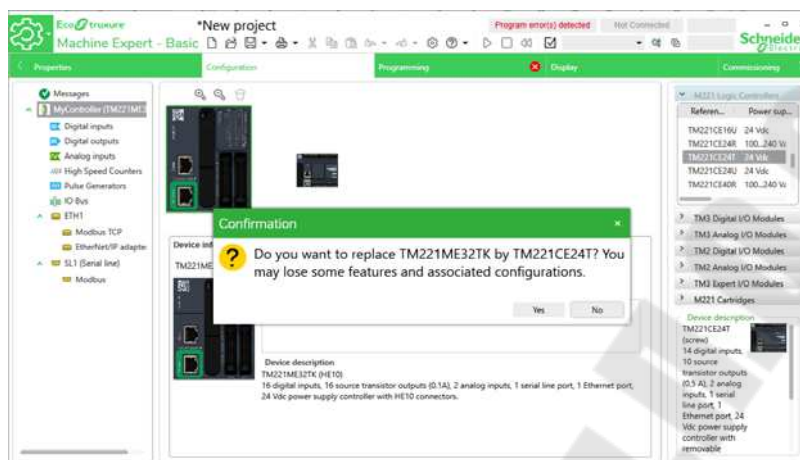

Рис. 8.13. Выбор нужной модели контроллера
4. Перейти на вкладку *Configuration* и выбрать нужную модель контроллера (рис. 8.13).